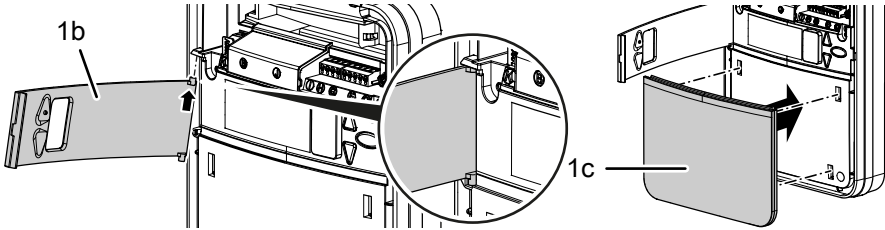

Fig. 7: Montaggio dello sportellino di servizio
Infilare il pattino (19) sul profilo della rotaia di scorrimento, spingerla nell'apertura posteriore sulla testa del motore (2) e avvitare con una vite (14) (fig. 7).